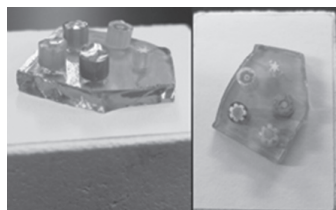

図1
- (1)耐火レンガにセラシートを乗せます。
- (2)セラシートの上にベースの板ガラスをセラシートからはみ出さないように置きます。
- (3)ミルフィオリのチップを選びます。
- (4)チップを板ガラスの上に場所を決めて置きます。
- (5)チップにのりを付けて、板ガラスに止めます（図1）。
- (6)850℃に設定した電気炉に耐火レンガごと入れて約7～15分加熱します。